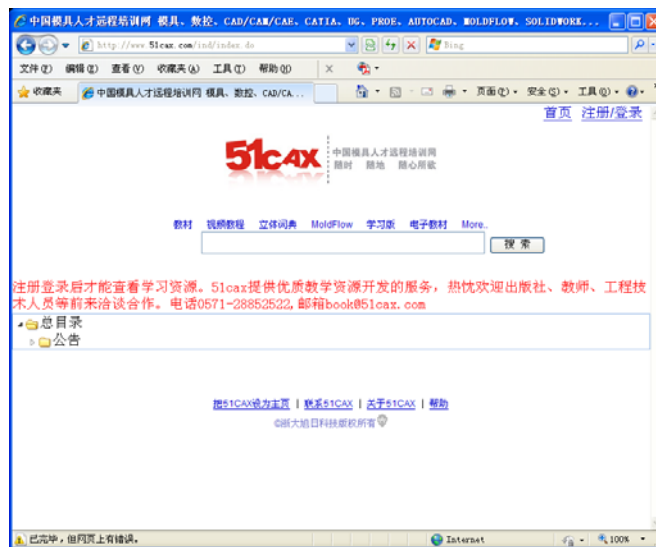

图 1
(1) 打开 www.51cax.com 网站, 如图 1 所示。